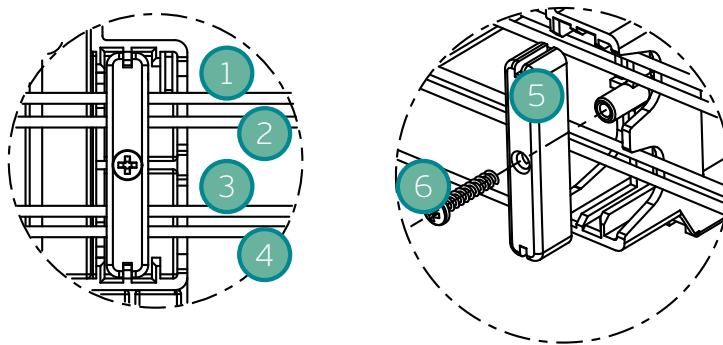

Figura 3.2: Conjunto de alivio de cable
3. Los cables deben pasar a través del alivio del cable como se muestra en la Figura 3.2.
- El tornillo que se muestra en la Figura 3.2 debe fijarse con un par de apriete de 0.8 - 1.2 Nm.